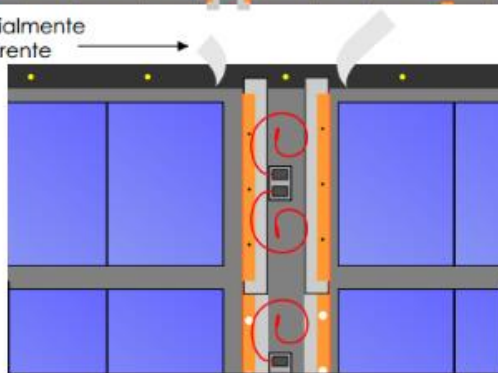
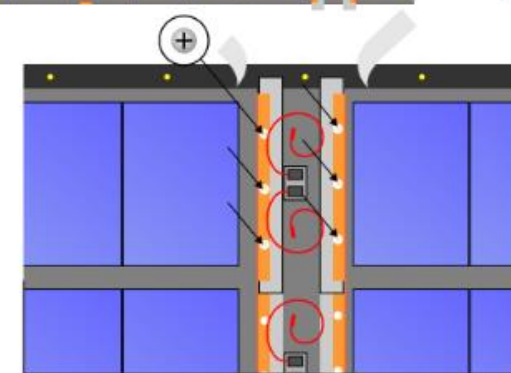

Fig.42
Fig.43
- Rimuovere la protezione dalla fascia butilica preaccoppiata ai profili ad L. Posizionare gli stessi facendo coincidere i fori del profilo con i chiodi che fuoriescono dalla tegosolar (fig. 42). In tale fase aver cura che la fascia butilica aderisca completamente e sigilli la giunzione tra Tegosolar e Tegosolar e tra fila e fila (fig. 43).
- Bloccare i profili a L con le apposite rondelle autobloccanti (fermi circolari) esercitando una adeguata pressione (fig. 43)